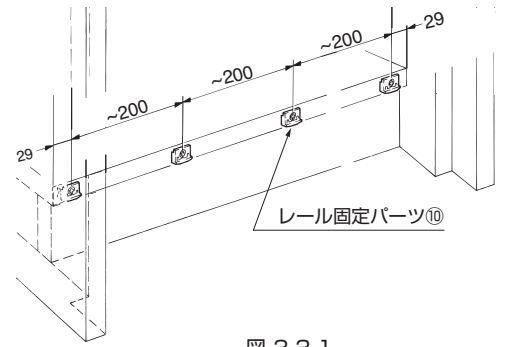
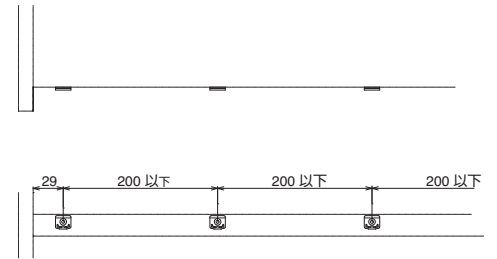

図 3-3-1
図 3-3-2
③キャビネット到下レール (⑱・⑲) を組み込みます。
レール固定パーツ⑩は、図 3-3-1 および図 3-3-2 のよう取り付けられます。